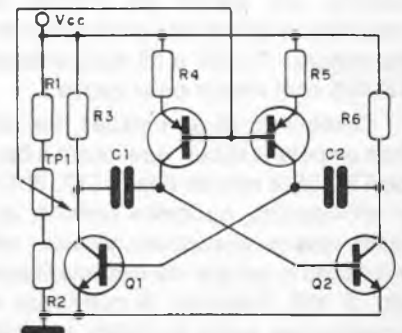

Fig. 6
23. Para o circuito abaixo (fig. 6), caso a resistência R2 se altere, podemos afirmar que: